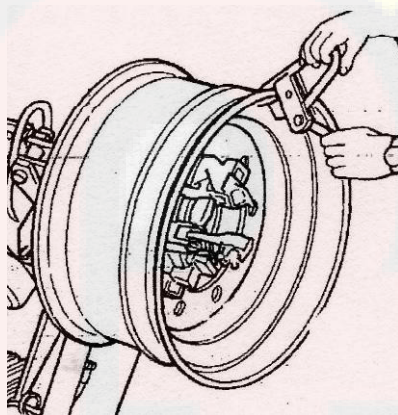

Рисунок 20
- Присоедините зажимную скобу к внешнему краю обода в его наивысшей точке (см. Рисунок 20).
– Присоедините зажимную скобу к внешнему краю обода в его наивысшей точке (см. Рисунок 20).